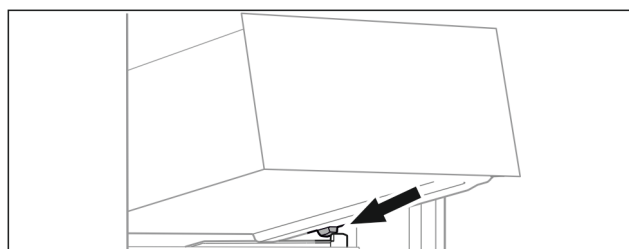

Fig. 69
- 将抽屉斜放在容器肋梁上的止动器后面。(参见 Fig. 69)